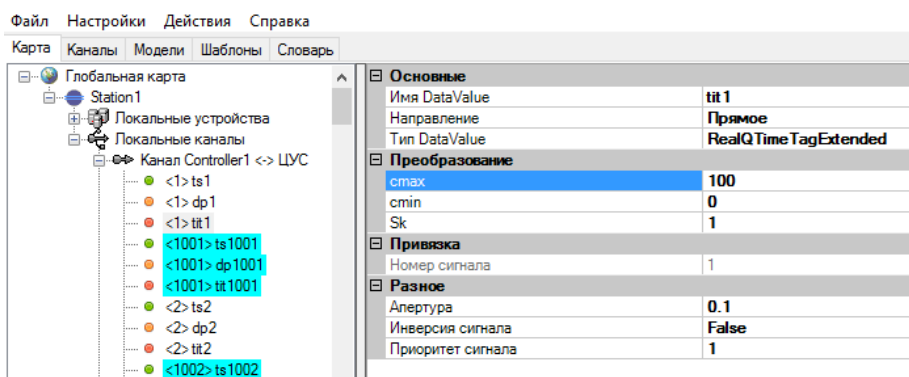

Рисунок 215. Настройки ТИ в протоколе ICSР
- RealQTimeTagExtended - для сигналов типа ТИТ (см. Рисунок 215).